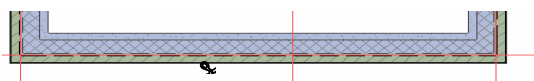

Рис. 49
23. Введите с клавиатуры число **8500** и нажмите клавишу **[Enter]**. Стена изменит свою длину и местоположение и после выполнения операции она остается выбранной (рис. 49).